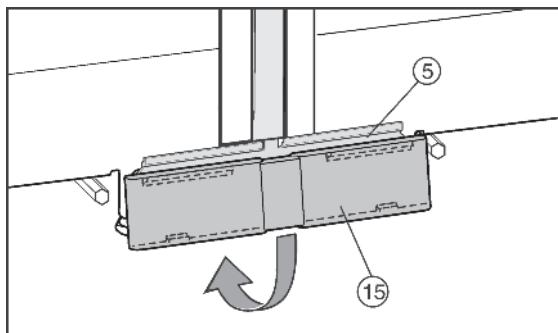

Fig. 11
- Насадите нижнюю крышку Fig. 11 (15) сверху на соединительный лист Fig. 11 (5) и зафиксируйте снизу.